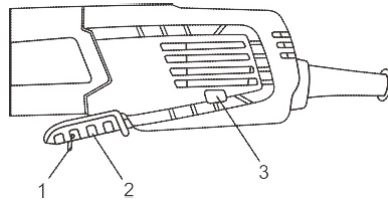

Fig. 6
1. Pour activer l'interrupteur, tirez sur la bascule de sécurité (1) vers l'arrière, puis appuyez sur le levier de commutation (2). (Fig. 6). Pour éteindre l'interrupteur, relâchez le levier de commutation.
2. Pour activer l'interrupteur de verrouillage pendant l'utilisation de la meuleuse d'angle, appuyez sur le bouton de verrouillage (3). Tout en maintenant le bouton de verrouillage vers l'intérieur, relâchez l'interrupteur MARCHE/ARRÊT. La meuleuse d'angle continuera de fonctionner.